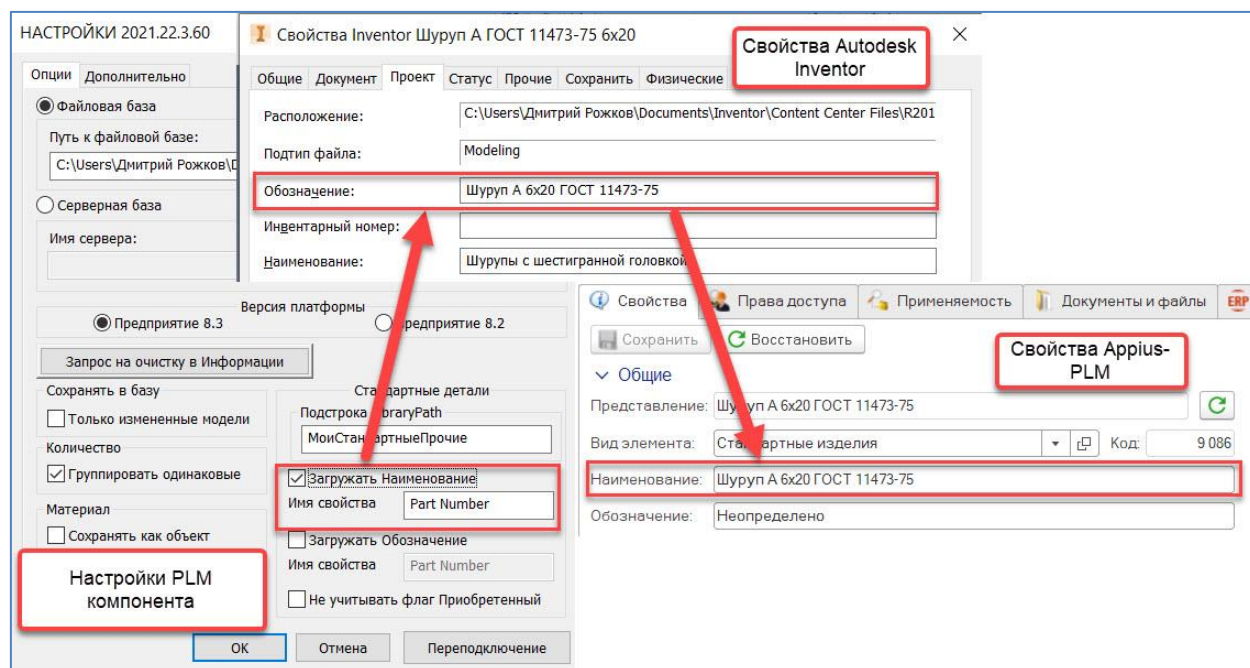

Рисунок 11
1. При выставленном флаге **«Загружать наименование»** в базе данных системы будет заполняться свойство «Наименование» значением из свойства Inventor с именем, указанным под флагом (например, «Part Number»). По умолчанию — «Part Number» (Обозначение), «Description» (Наименование) из свойств Inventor (Рисунок 11).